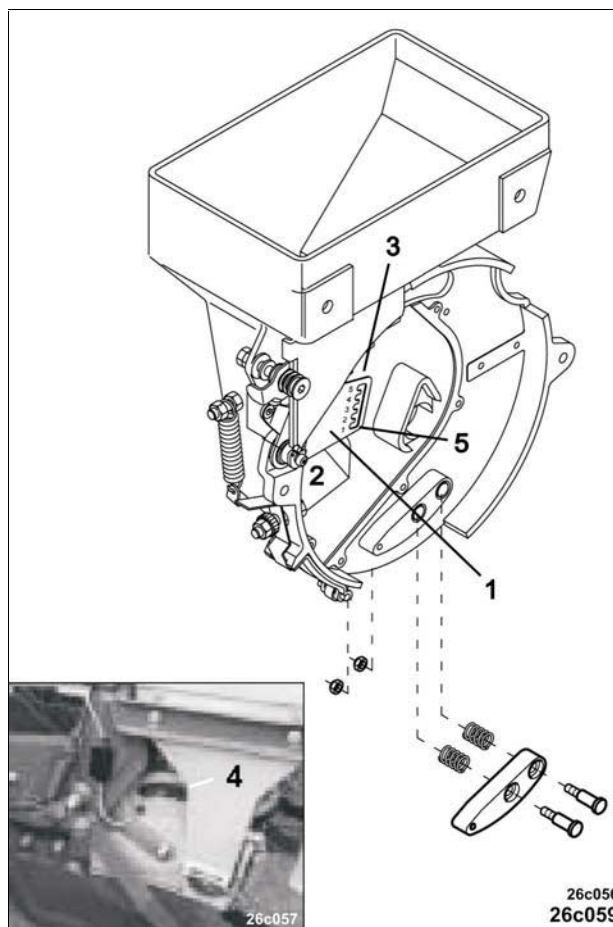

Рис. 69
Положение ограничительной заслонки (Рис. 69/1) определяет сечение впускного отверстия посевного материала (Рис. 69/2) к высевной коробке. Правильное положение ограничительной заслонки Вы найдете в таблице (Рис. 70). На заводе устанавливается положение ограничительной заслонки "2".
Ограничительные заслонки устанавливаются в пяти положениях (1 - 5), которые различаются по маркировке (Рис. 69/3).
Если посевной материал виден в смотровом окошке (Рис. 69/4), высевная коробка наполняется ненадлежащим образом. Это приводит к переполнению высевной коробки и к неконтролируемому высеву семян.
В этом случае перемещение семян к коробке высевающего аппарата можно снизить при помощи ограничительной заслонки (Рис. 69/1). Для этого:
- Открутите винты (Рис. 69/5).
Если посевной материал перемещается даже, несмотря на большое впускное отверстие ненадлежащим образом, переставьте ограничительную заслонку (Рис. 69/1)